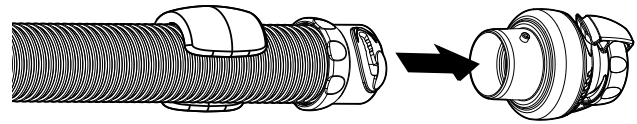

Figura 6
2. Conecte la válvula del regulador de caudal a la manguera principal. La manguera principal es la sección de la manguera con flotador de espuma pre-colocado (Figura 6).